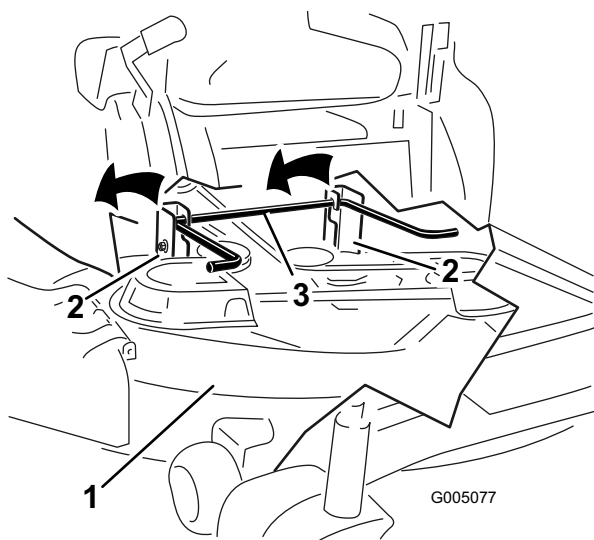

Figure 43
5. Soulevez et enlevez le plateau de coupe et les supports de la tige de levage arrière et abaissez la tondeuse au sol avec précaution (Figure 43).
- Soulevez l'arrière du plateau de coupe et guidez les supports sur la tige de levage arrière (Figure 43).